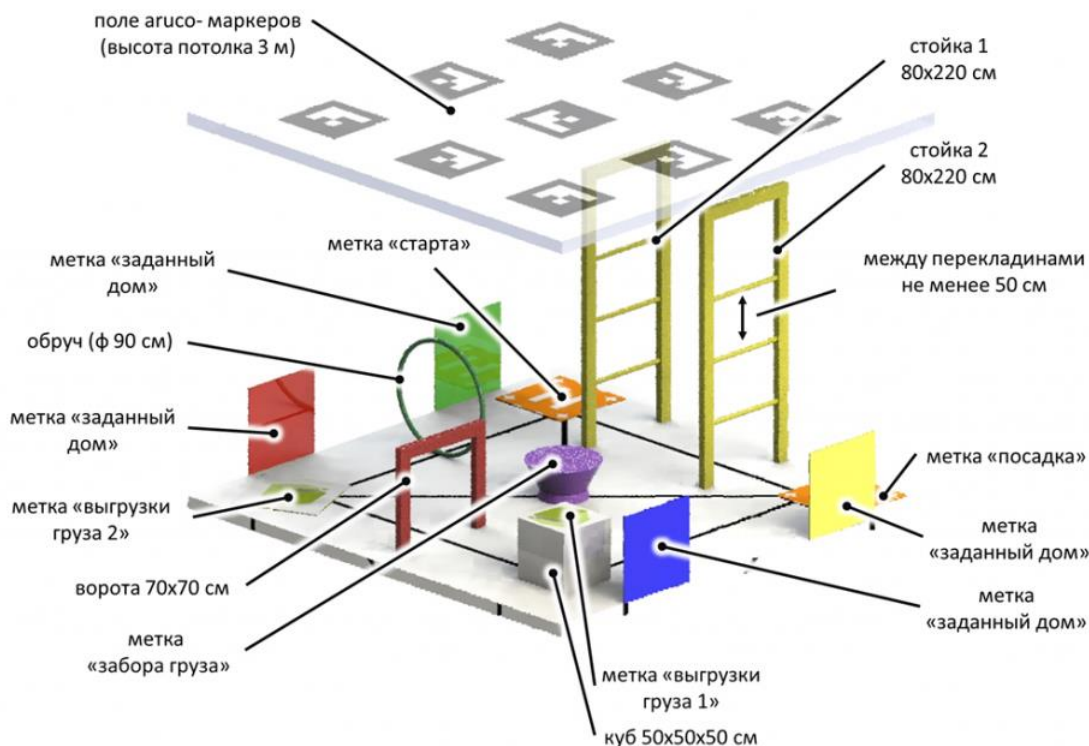

Рисунок 1 Схема полигона
2.1. На закрытом полигоне (рис. 1) располагаются такие препятствия, как обруч, ворота, куб, через которые должен пролететь коптер, не касаясь их опорными частями.